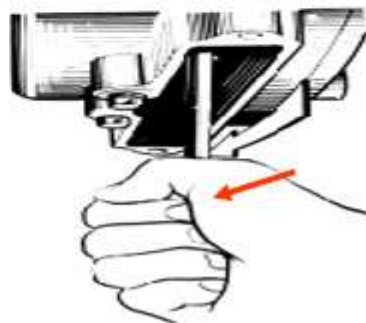

Рисунок 5.11. установка верхней мертвой точки 1-го цилиндра
Проверить момент затяжки гаек шпилек крепления головок цилиндров и, при необходимости, подтянуть их динамометрическим ключом моментом 240-260 Н*м (24-26 кгс*м) в порядке, указанном ниже, см. рис. 5.11.
- Вращая коленчатый вал по часовой стрелке (со стороны ремня навесных агрегатов) ключом за болт крепления шкива или ломиком за отверстия в маховике и внимательно наблюдая за движением впускного клапана первого цилиндра, установить момент, когда он полностью поднимется (т.е. полностью закроется), после чего повернуть вал еще на 1/4-1/3 оборота. В это время в первом цилиндре происходит такт сжатия, и оба клапана этого цилиндра закрыты, см. рис. 5.11.